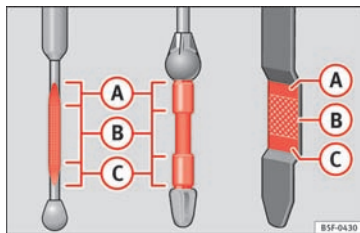

Fig. 205 Oliepind
På oliepinde kan du se motoroliestanden » Fig. 205.
- Oliestanden må aldrig være over område **A** » Fig. 205. Risiko for skader på udstødningssystemet!